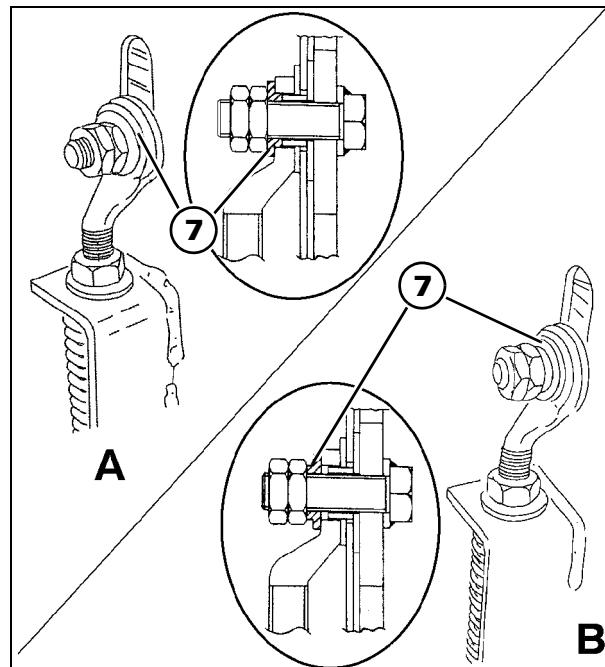

Рис. 20
- При помощи натяжителя (1) установить передний ролик (6) так, чтобы зазор "A" между планками цепи транспортера и нижней частью транспортера составлял 25 мм.
- При помощи натяжителя (1) установить передний ролик (6) так, чтобы зазор "A" между планками цепи транспортера и нижней частью транспортера составлял 70 мм.
- Застопорить передний ролик, с обеих сторон вращая в обратном направлении распорное кольцо (7). Рис. 20-А указывает на положение втулки (7) качания ролика. Рис. 20-В указывает на положение втулки (7) блокировки ролика.